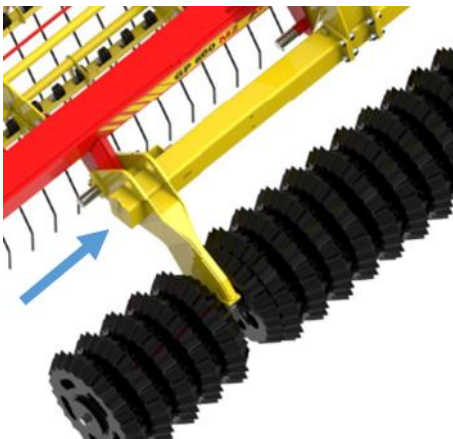

Figure 27
4. La béquille du cadre de rouleau est montée, celle-ci se trouve sur le côté du cadre de rouleau (voir Figure 27).